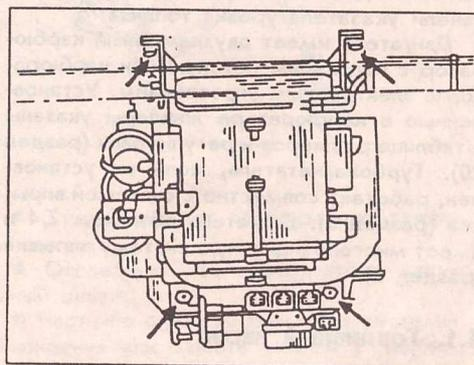

Рис. 115.
- Расстыковать все штекерные соединения у отопителя, отвернуть крепежные болты и снять отопитель. Болты крепления отопителя показаны на рис. 115. Установка отопителя на место происходит в последовательности, обратной его снятию. Соединить шланги отопителя. Причем шланг, имеющий на конце белую маркировку, соединяется с двигателем. Заполнить систему жидкостью и проверить соединения на герметичность.